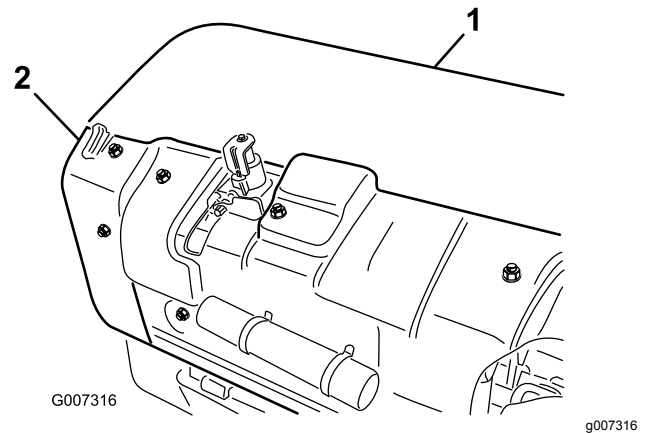

图36
1. 拆下打孔头后盖 图36。
2. 拆下皮带轮护罩的安装螺栓取下护罩 图36。